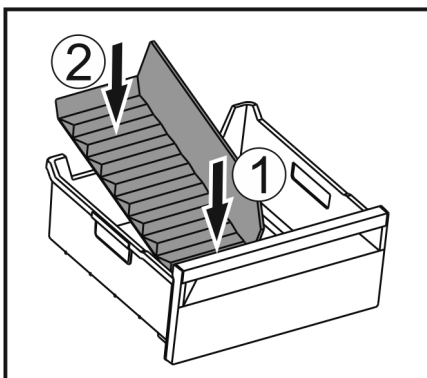

Fig. 139
- Voorste deel van de ijsvak-scheider plaatsen. Fig. 139 (1)
- Achterste deel van de ijsvak-scheider tot de bodem van de lade laten zakken. Fig. 139 (2)